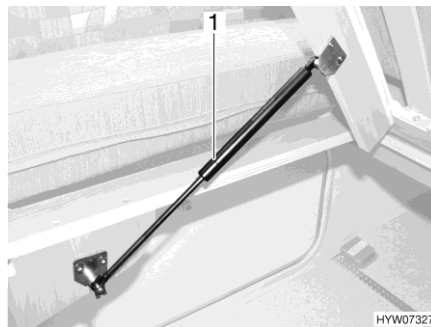

Fig. 91 Letto fisso
- Sollevare il telaio portamaterasso. Le molle a gas (Fig. 91,1) mantengono il telaio portamaterasso in posizione di apertura.